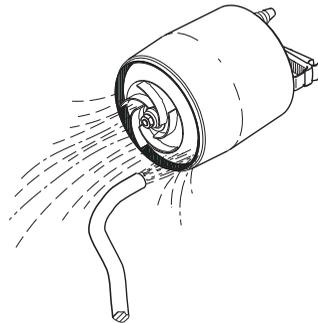

Fig. 12 Rinçage de la pompe
4. Nettoyer et rincer l'intérieur de la pompe afin de retirer les impuretés éventuelles entre le moteur et la chemise de pompe. Nettoyer la roue. Voir fig. 12.